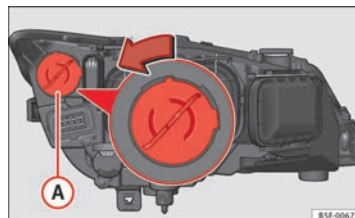

Fig. 182 Lâmpada luz diurna
- Rode o porta-lâmpadas ⇒ Fig. 182 A para a esquerda e puxe.